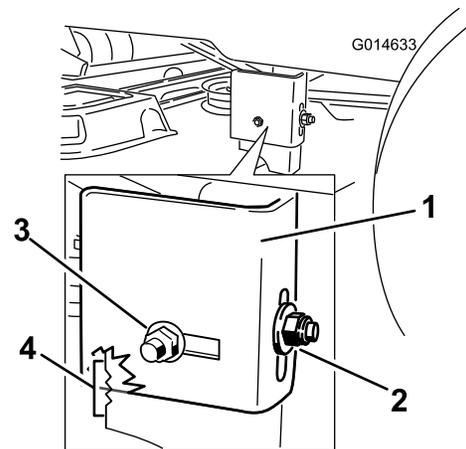

Figura 51
9. Allentate il dado di bloccaggio posteriore sul supporto di sospensione (Figura 51).
10. Allentate il dado di bloccaggio laterale sul supporto di sospensione appena a sufficienza per poter regolare la sospensione (Figura 51). Utilizzate le tacche sulla staffa saldata per prendere le misure delle regolazioni. La superficie di ciascuna tacca corrisponde a 6 mm, mentre un singolo lato corrisponde a 3,2 mm
11. Fermate il piatto di taglio nella posizione regolata e serrate il dado di bloccaggio laterale sul supporto di sospensione per fissare la nuova posizione (Figura 51). Serrate il dado di bloccaggio posteriore sul supporto di sospensione.